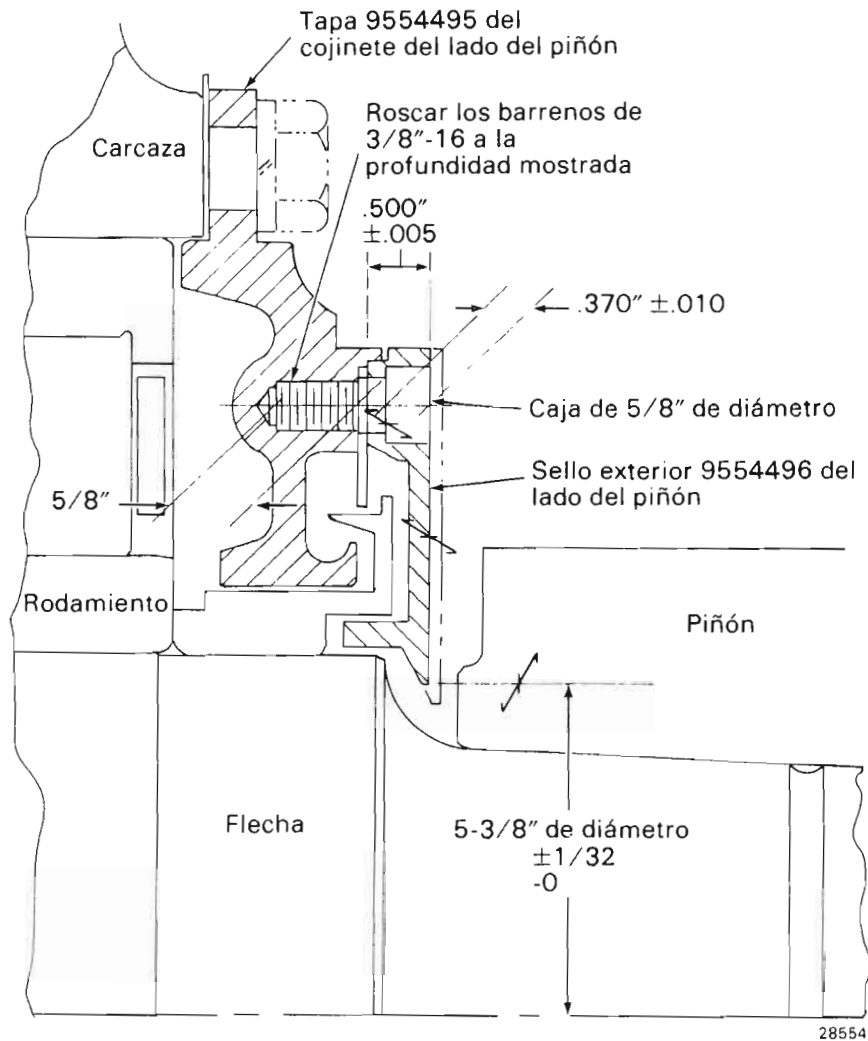

Fig.1 - Modificaciones a la tapa del rodamiento y el sello en motores de tracción D87
1. Compruebe que todos y cada uno de los seis barrenos de 3/8"-16 estén roscados a una profundidad de 5/8" en la tapa. De no ser así, profundízense las rosas. Ver Fig. 1.
1. Maquine la cara exterior del sello hasta que el arillo externo mida $.500" \pm 0.005"$ de ancho. Ver Fig. 1.
2. Maquine el diámetro interior a medir 5-3/8" $\pm 1/32"$. Ver Fig. 1.
3. Maquine seis cajas de 5/8" de diámetro para las cabezas de los tornillos en la cara externa a una profundidad de $.370" \pm .010"$. Ver Fig. 1.